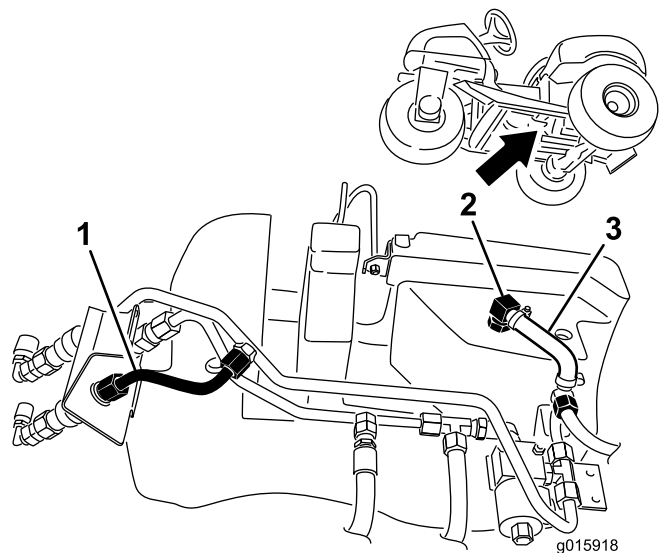

Figure 8
1. Débranchez la petite conduite hydraulique du coupleur et de l'orifice hydraulique de la conduite (Figure 8).
2. Déposez le petit flexible moulé en le débranchant du petit raccord coudé sur le réservoir hydraulique et du petit tube hydraulique (Figure 8). Conservez les colliers mais mettez le flexible au rebut.
3. Déposez le petit raccord coudé du réservoir hydraulique (Figure 8).